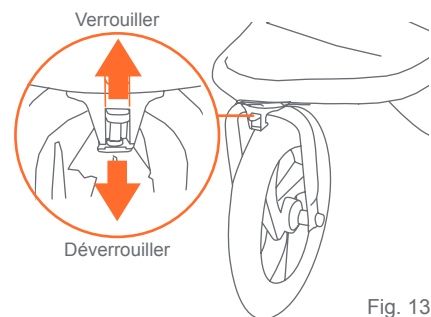

Fig. 13
- 13)** • Le roue avant sont équipées d'un dispositif de verrouillage pour les bloquer de pivoter. Levez le levier roue pour engager le verrou et poussez le levier vers le bas pour dégager le dispositif de verrouillage (Fig. 13).